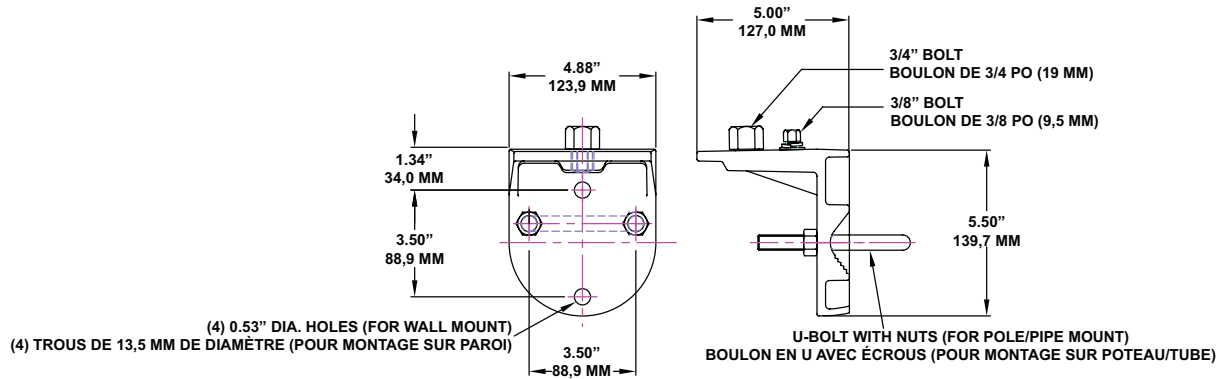

Figure 6: Pipe/Wall Mount Bracket (P/N: G-AM-8-WB) | Support de montage sur paroi/sur tube (réf. : G-AM-8-WB)
- Mount the pipe/wall mount bracket to a flat surface with user-supplied hardware or clamp to a pipe or pole (1 inch to 2-1/2 inch) with U-Bolt and nuts (supplied). Tighten nuts to secure in position. See Figures 6 & 7.
Montez le support de montage sur paroi/sur tube sur une surface plate à l'aide de la quincaillerie ou d'une bride fournie par l'utilisateur sur un tube ou un poteau (de 1 po [25,4 mm] à 2,5 po [63,5 mm]) à l'aide d'un boulon en U et d'écrous (fournis). Serrez les écrous pour fixer en position. Reportez-vous aux Figures 6 et 7.